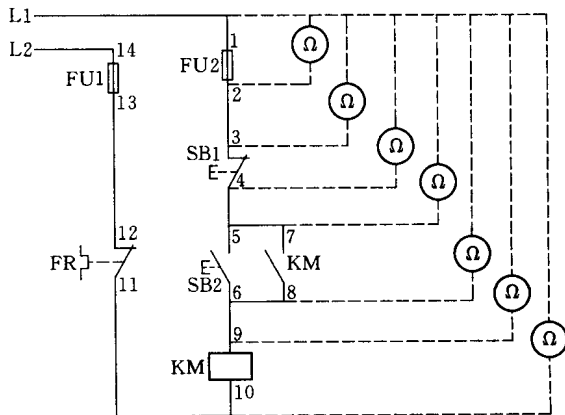

图 0-7 分段分阶测量法检查断路故障
2) 分段分阶测量法。电阻的分段分阶测量法如图 0-7 所示。